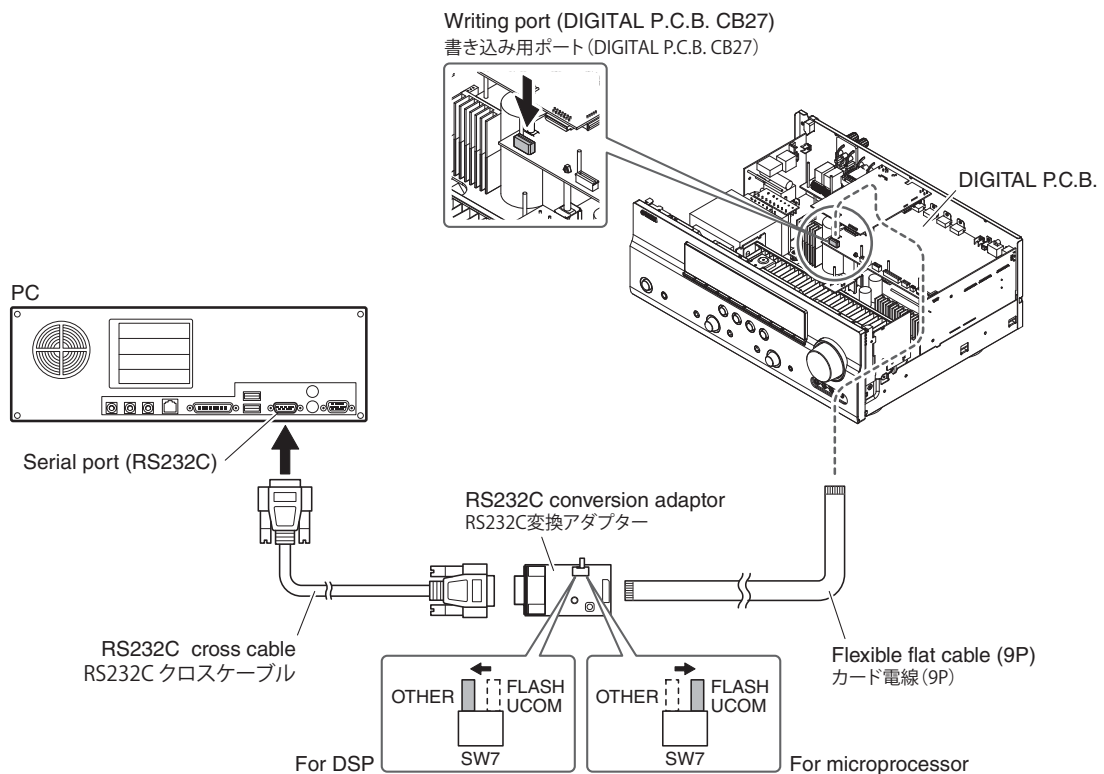

Fig. 1
2. Connect the writing port (CB27 of DIGITAL P.C.B.) of this unit to the serial port (RS232C) of the PC with RS232C cross cable, RS232C conversion adaptor and flexible flat cable as shown below. (Fig. 1)
3. Set the switch (SW7) of RS232C conversion adaptor as shown below. (Fig. 1)
2. 本機の書き込み用ポート (DIGITAL P.C.B. CB27) と PC のシリアルポート (RS232C) を下記のように接続します。 (Fig. 1)
3. RS232C 変換アダプターのスイッチ (SW7) を下記のように設定します。 (Fig. 1)